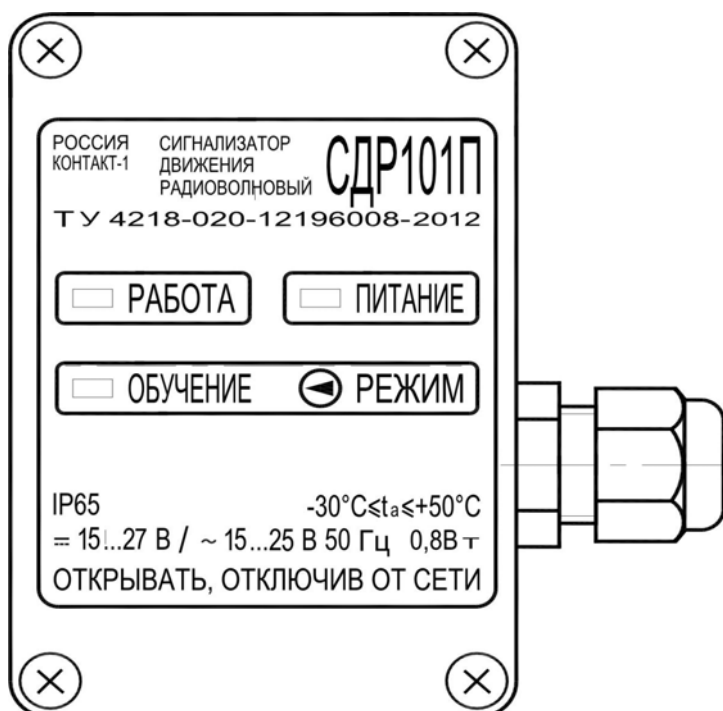

Рисунок 1
1.3.1 Сигнализатор (рисунок 1) выполнен в корпусе, изготовленном из алюминиевого сплава, с радиопрозрачной вставкой, необходимой для работы приемопередающего СВЧ модуля. Внутри корпуса находятся: СВЧ модуль, размещенный напротив радиопрозрачной вставки, печатная плата с установленными на ней электрорадиоэлементами и элементами индикации (светодиодами): "ПИТАНИЕ" (зеленого цвета), "ОБУЧЕНИЕ" (красного цвета) "РАБОТА" (красного цвета). Кроме этого, внутри корпуса установлен магнитоуправляемый контакт, коммутируемый с помощью магнитного ключа, входящего в комплект сигнализатора. Зона воздействия на этот контакт обозначена на крышке условным знаком, имеющим надпись "РЕЖИМ". С помощью магнитного ключа осуществляется переключение режимов работы сигнализатора и задание времени задержки включения (выключения).